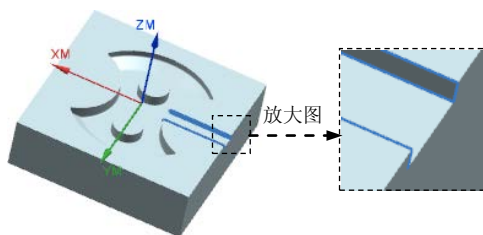

图 21.25 刀路轨迹
Step3. 选中 ☒ **自动壁** 复选框, 单击 **指定壁几何体** 后的  查看壁几何体如图 21.25 所示。